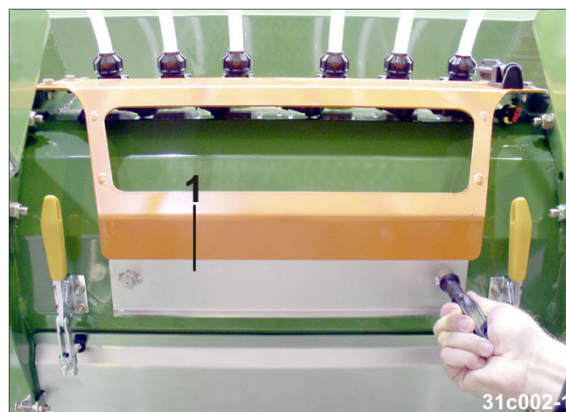

Рис. 274
3. Опорожнение сборника (Рис. 274/1) выполняется, как правило, после завершения работы в поле (см. главу «Опорожнение бункера и/или распределителя посевного материала», на стр. 186).